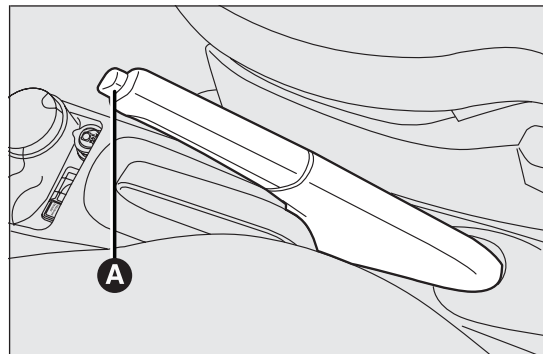

Abb. 93
Der Handbremshebel Abb. 93 befindet sich zwischen den Vordersitzen.
- ☐ Den Hebel leicht anheben und den Entriegelungsknopf A Abb. 93 drücken;